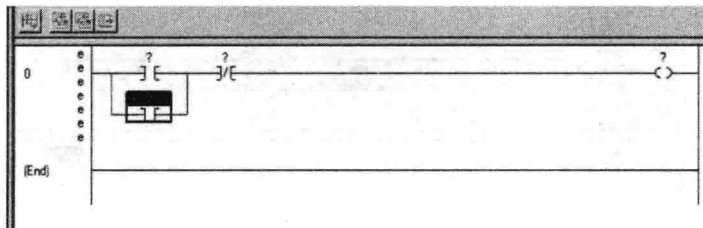

图 1-19 完成后的分支程序图
19. 已经完成梯级的添加，验证整个梯级类似图 1-19 所示。